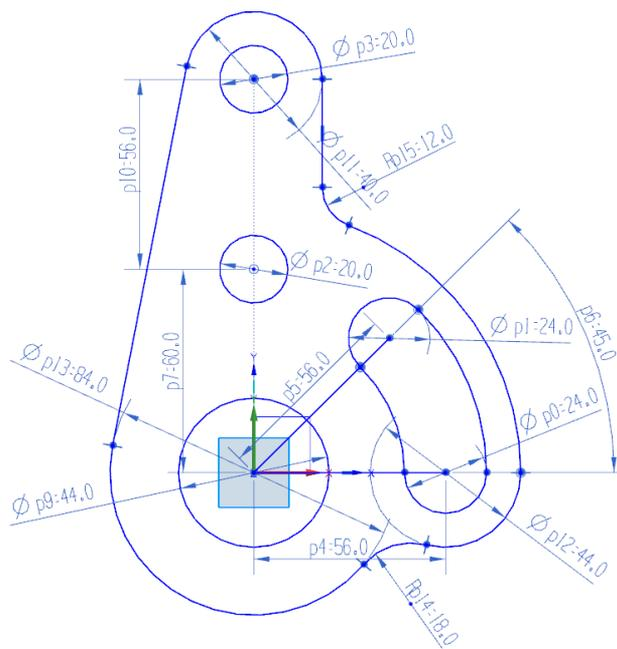

图 3-61 创建圆角
(6) 单击“草图曲线”工具条中的“快速修剪”按钮，在两个拐角处创建圆角，半径分别为12、18，如图3-61所示。